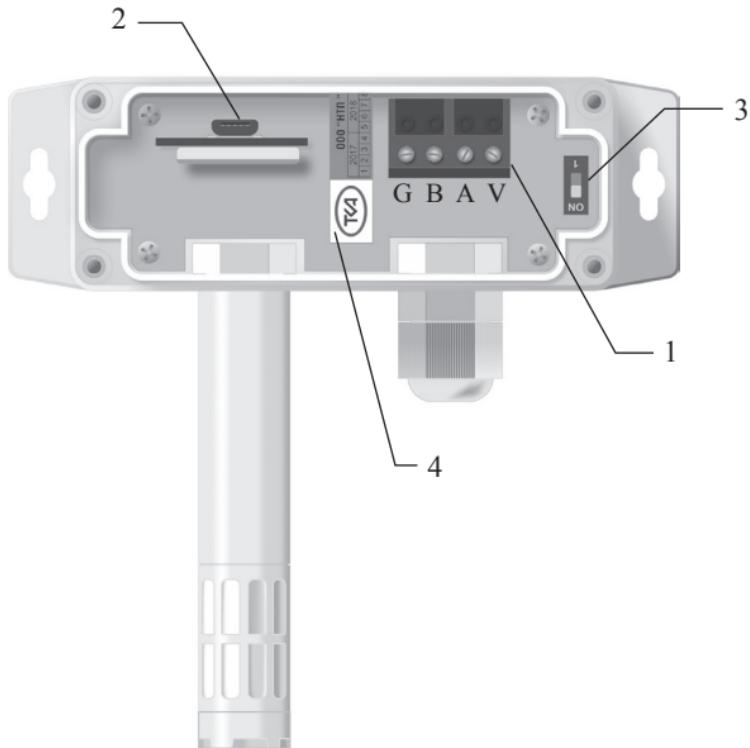

Рис.2 – Вид прибора со снятой крышкой
влагозащищенном корпусе, доступ к клеммнику (1, Рис.2), разъему micro-USB (2, Рис.2) и переключателю терминирования линии (3, Рис.2) возможен при снятой верхней крышке. Разъем micro-USB предназначен для настройки прибора, а клеммник - для подключения 4-жильного кабеля связи и питания, заведенного через кабельный ввод. При этом каждый контакт съемного клеммника имеет обозначение на плате: G - земля питания, В - линия данных В, А - линия данных А, V - плюс питания.
5.2 Пломба предприятия-изготовителя устанавливается внутри прибора (4, Рис.2).